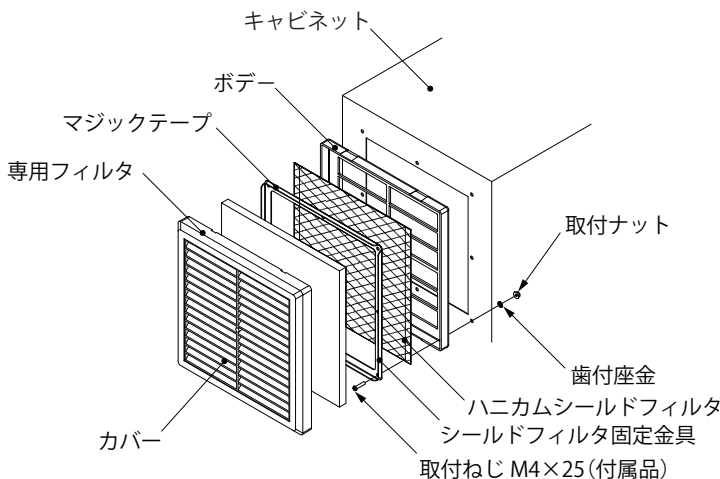

図3
- シールドフィルタ固定金具に付属のマジックテープを4隅に貼付けて下さい。(図3、4)
- 付属の取付ねじ M4×25、取付ナット、歯付座金でキャビネットに取付けてください。(図3)